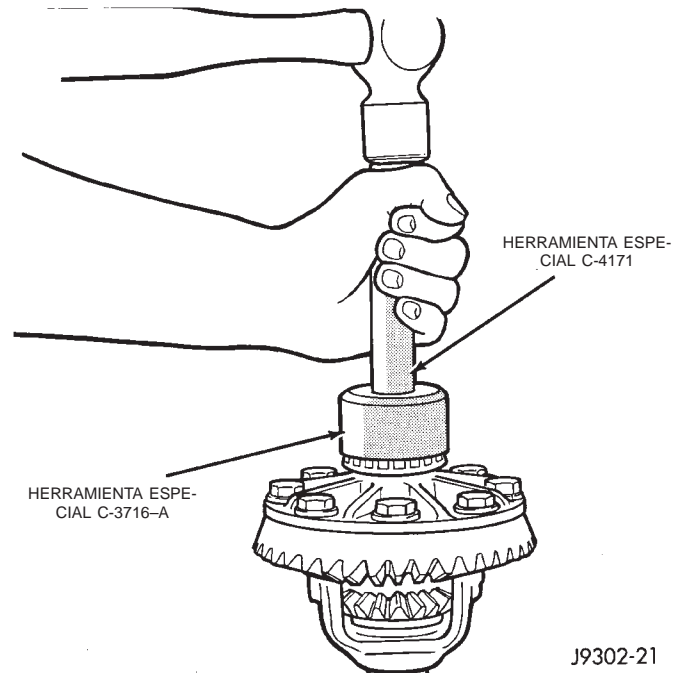

Fig. 33 Instalación del cojinete lateral del diferencial
(3) Con el instalador C-3716-A y el mango C-4171, instale el cojinete lateral del diferencial (Fig. 33).
(4) Instale el diferencial en la caja del eje.